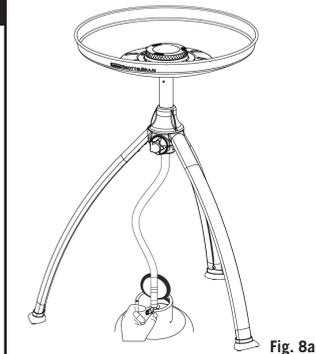

Fig. 8a
- Justér flammens intensitet til det ønskede niveau ved at dreje styringsknappen (K) med uret for at øge flammen og mod uret for at reducere den (se fig. 8a & b).
- Efter brug lukkes ventilen på gasbeholderen (såfremt en sådan forefindes). Når flammen er slukket, lukkes ventil (K) på enheden ved at dreje styringsknappen (K) hele vejen med uret.
- Tænding med tændstikker eller grilltænder (se fig. 8a og 8b)